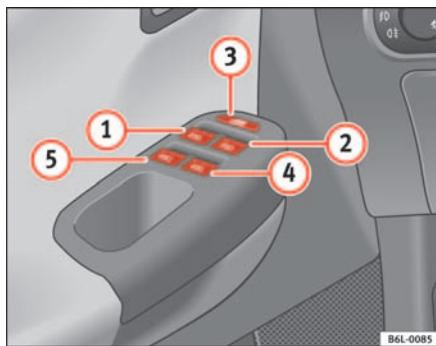

Fig. 52 Detalle de la puerta del conductor: mandos para las ventanillas delanteras y traseras
Las teclas **⇒ página 89, fig. 52** ① y ② tienen dos posiciones para la apertura de las ventanillas y otras dos para el cierre. De este modo es más fácil controlar las operaciones de apertura y cierre.